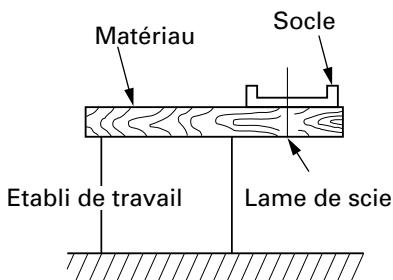

Fig. 9
6. Préparer un établi de travail en bois (Fig. 9).